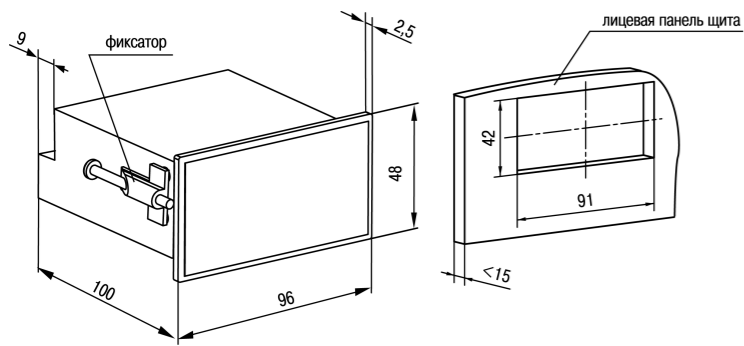

Рисунок 4 – Габаритные размеры корпуса Щ2
1. Подготовить на щите управления монтажный вырез для установки прибора (см. рисунок 4).